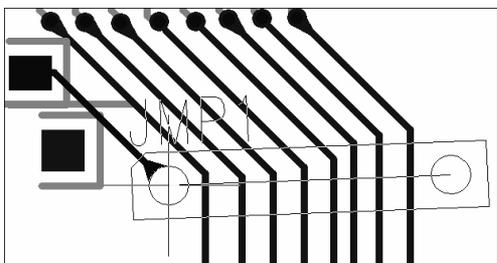

图 11-28 开始添加跳线效果
- (1) 单击  图标按钮, 打开设计工具栏, 单击其中的  图标按钮, 进入添加跳线模式。
- (2) 在走线过程中单击鼠标左键, 开始添加跳线, 如图 11-28 所示。